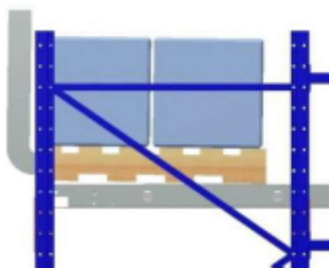

Fig.15
**Step2:** sollevare le forche per posizionare le impugnature della forcella sotto i pannelli pallet superiori. Leggera forcella in avanti inclinata verso la parte anteriore del pallet a massimo 10 mm dalla pista. (Fig.15)